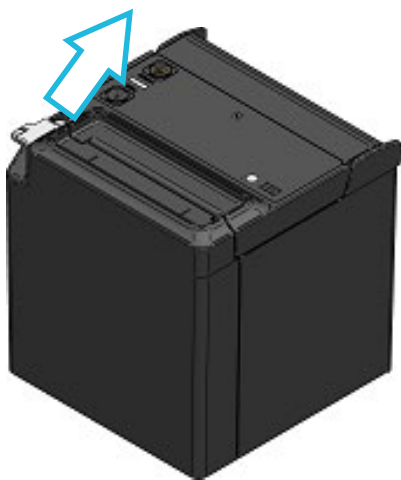

Рисунок 8-1 Рычаг разблокирования
- (1) Нажмите на рычаг разблокирования в направлении стрелки (см. Рисунок 8-1 и Рисунок 8-2), чтобы открыть крышку отсека для бумаги.